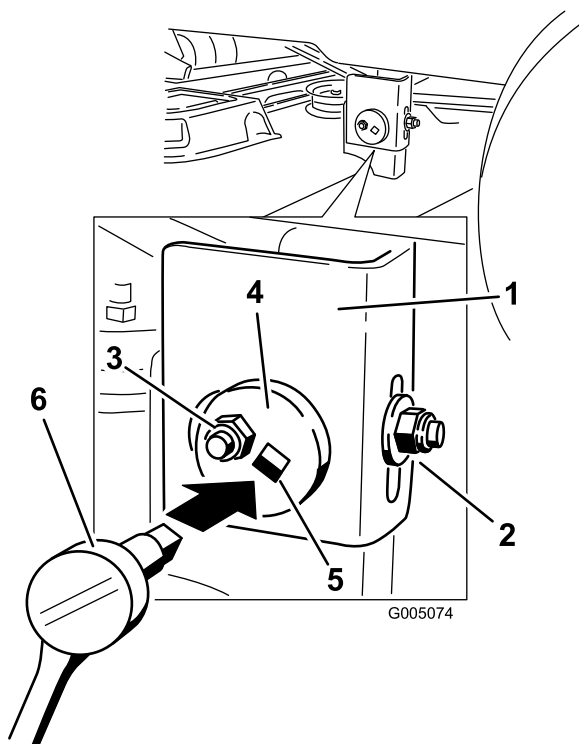

Figura 37
7. Spostatevi sul lato sinistro della macchina. Allentate, ma non toglie il dado di bloccaggio posteriore sul supporto di sospensione (Figura 37).
8. Allentate il dado di bloccaggio laterale sul supporto di sospensione appena a sufficienza per poter regolare la piastra eccentrica (Figura 37).
9. Fermate il piatto di taglio nella posizione regolata e serrate il dado di bloccaggio laterale sul supporto di sospensione per fissare la nuova posizione (Figura 37).